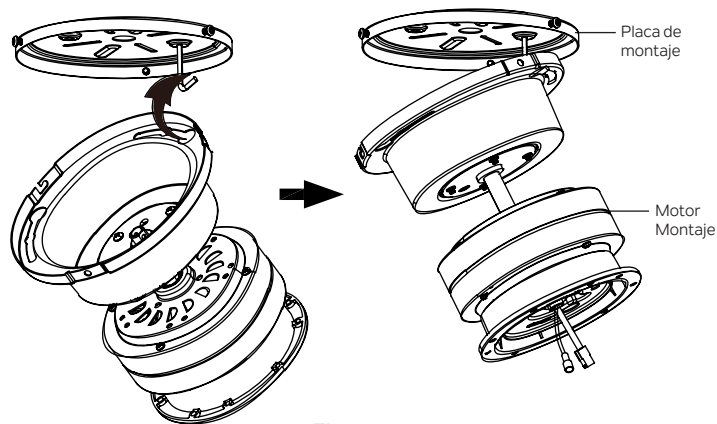

Figura 5
Paso 2. Enganche el montaje del motor en la placa de montaje como se muestra. Ahora puede continuar con el cableado eléctrico de su ventilador. (Figura 5)